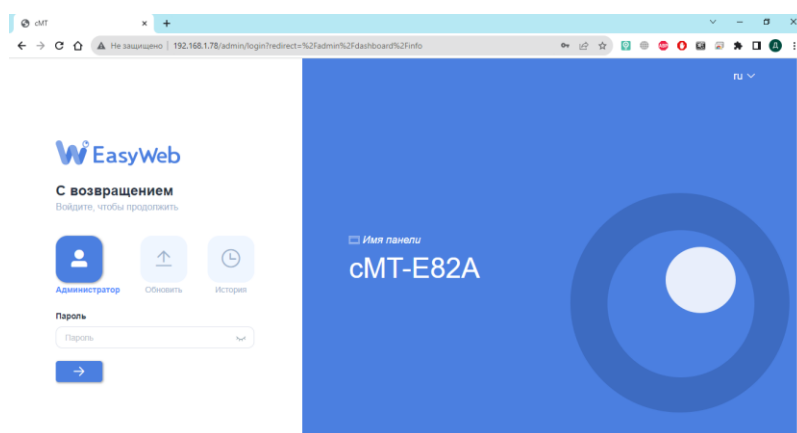

Рисунок 4.26 – Web-интерфейс панели оператора БС
2. В поисковой строке Web-браузера ввести IP-адрес панели оператора, установленный в п.п. 4.2.1 и нажать «Enter» на клавиатуре АРМ администратора (рисунок 4.26).